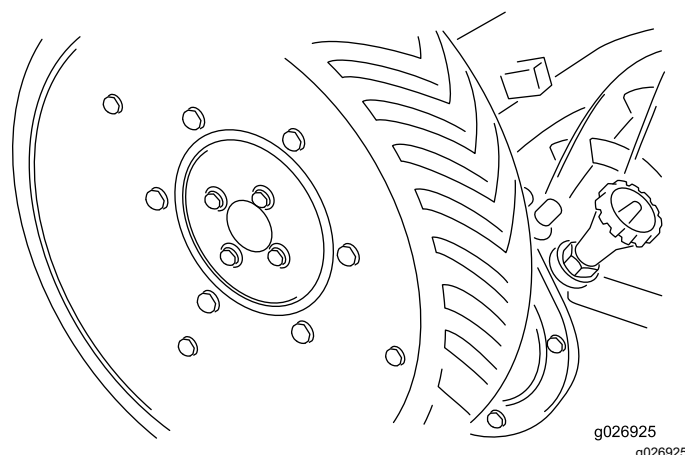

Bild 14
5. Montieren Sie die Antriebsräder mit Kopfschrauben und Sicherungsscheiben (Bild 14).